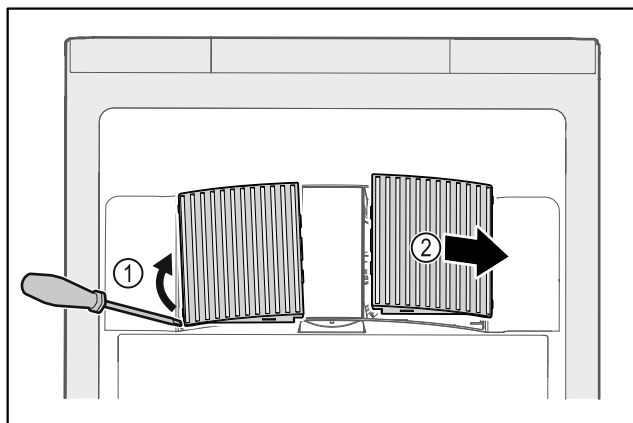

Fig. 234
- ▶ Óvatosan feszegesse le a ventilátor burkolatait oldalról Fig. 234 (1), és emelje le őket előre felé Fig. 234 (2).